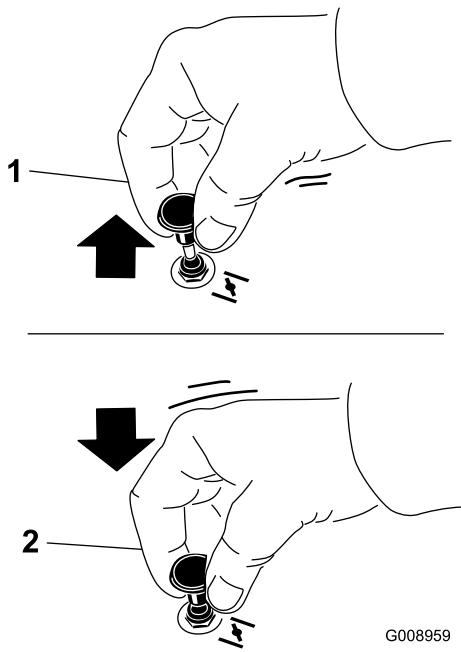

Bild 24
1. Ziehen Sie das Choke-Handrad heraus, um den Choke zu aktivieren, bevor Sie das Zündschloss verwenden (Bild 24).
2. Drücken Sie den Choke herein, um den Choke zu deaktivieren, wenn der Motor angesprungen ist (Bild 24).